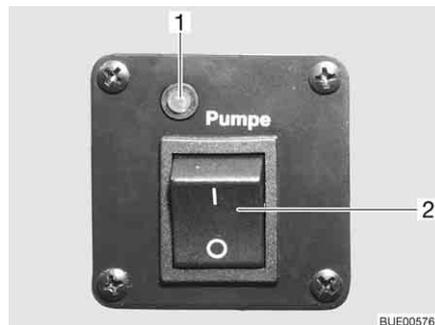

Fig. 144 Interruptor para bomba de agua
- Presionar la parte superior del interruptor oscilante (Fig. 144,2). La luz de control (Fig. 144,1) se enciende.
- Presionar la parte inferior del interruptor oscilante (Fig. 144,2). La luz de control (Fig. 144,1) se apaga.